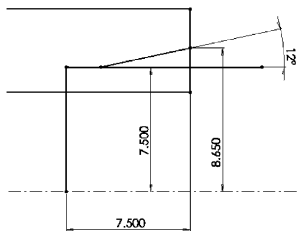

图 2-80 绘制接口处曲线
STEP 6 通过与“STEP 5”相同的操作,单击“草图”工具栏中的“直线”按钮,为管接头绘制接口处的图线,如图 2-80 所示(同样可首先随意绘制直线,然后通过添加尺寸来规范图形的大小)。